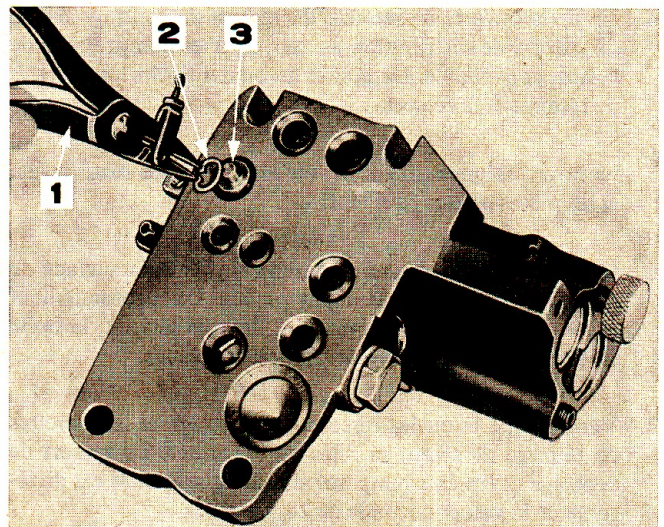

Fig. 15: Dépose du déclancheur inférieur
4. Sortir le déclancheur inférieur en extrayant le jonc, la cuvette de retenue du ressort, ressort et le piston suivant fig. 15.